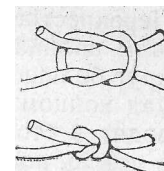

Рис. 54. Прямой узел.
**Прямой узел** (рис. 54). Самый распространенный морской узел. Лучше всего его применять на тонких линиях и шнурах. На судах узел применяют в основном при сворачивании парусов и взятии рифов на парусах. Второе название узла — рифовый узел. Он очень легко развязывается, что является немаловажным условием при взятии рифов на парусах. Ведь рифы необходимо не только брать, но и отдавать после окончания шторма. Чтобы развязать узел, достаточно потянуть за один из концов троса так, чтобы узел «развернуло».